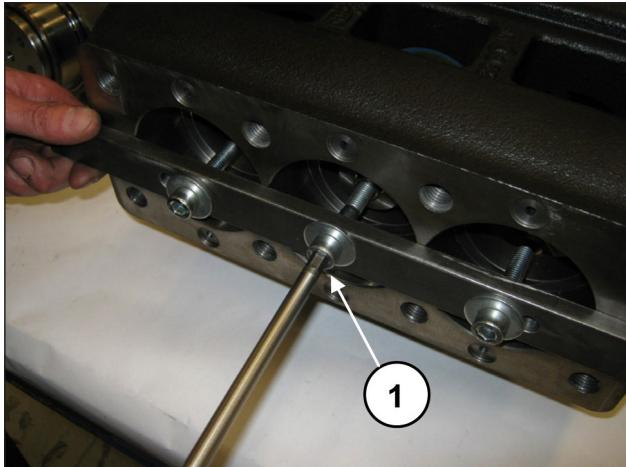
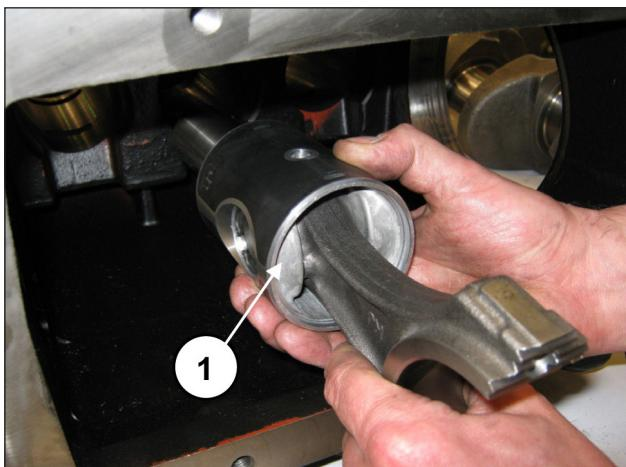

Fig. 32
Fig. 33
Dévisser les vis de l'outil réf. 27566200 pour dégager les bielles (rep. ①, Fig. 32) et dégager les ensembles bielle-guide de piston par l'ouverture arrière du carter (rep. ①, Fig. 33).
Après s'être assuré que le carter est propre, insérer l'ensemble demi-bielle/guide de piston dans les chemises du carter (rep. ①, Fig. 33).
Bloquer les trois groupes à l'aide de l'outil réf. 27566200 (rep. ①, Fig. 32).
Déposer l'outil de maintien des bielles réf. 27566200 (rep. ①, Fig. 32).